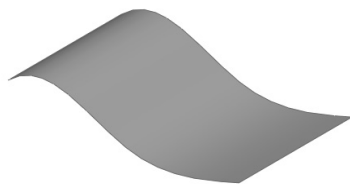

图 6-83 生成延伸曲面
- [5] 单击【确定】按钮，生成延伸曲面，如图 6-83 所示。